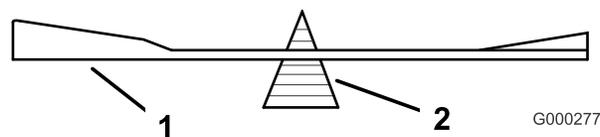

Figura 53
2. Controllate il bilanciamento della lama posizionandola su un bilanciatore (Figura 53). Se la lama rimane in posizione orizzontale, è bilanciata e può essere utilizzata. Se la lama non è bilanciata, limate del metallo soltanto dalla costa (Figura 53). Ripetete la procedura finché la lama non è perfettamente bilanciata.
**Importante:** Perché tagli correttamente, la costa della lama deve essere rivolta in alto, verso l'interno del tosaerba (Figura 53).
1. Montate la lama, il rinforzo, la rondella curva e il bullone della lama al fusello (Figura 53).